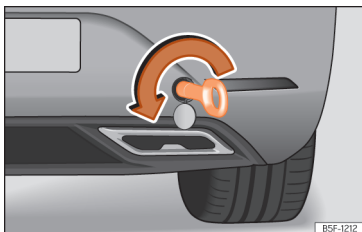

Fig. 219 En el lado derecho del paragolpes trasero: argolla de remolque enroscada.
- Enrosque la argolla de remolque en el alojamiento girándola al máximo **en el sentido contrario al de las agujas del reloj** »» fig. 219 , »» ①. Utilice un objeto adecuado con el que pueda enroscar completa y firmemente la argolla de remolque en su alojamiento.